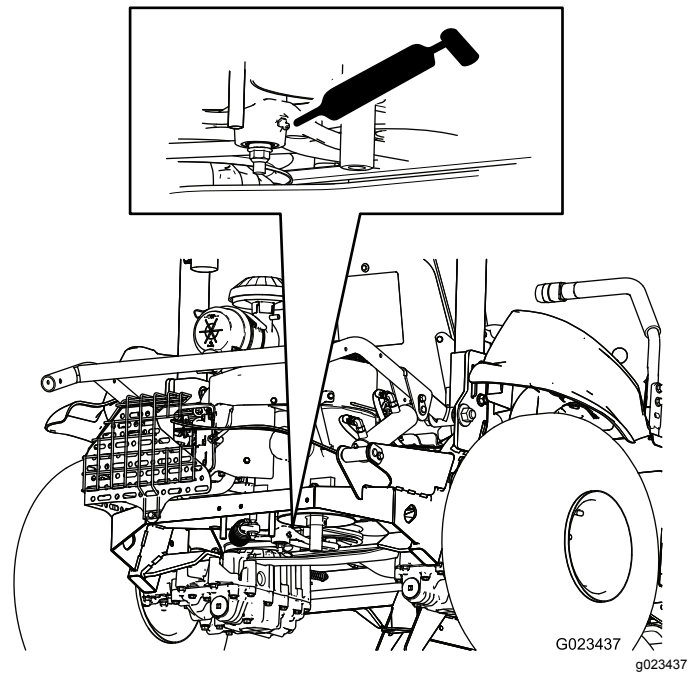

Figure 35
- Tendeur de courroie (1) – Figure 35